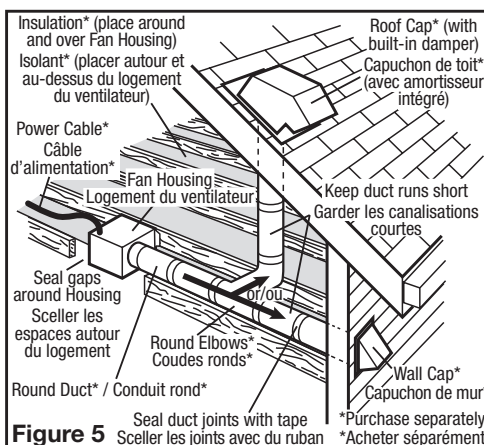

Figure 5
- Ensure duct joints and exterior penetrations are sealed with caulk or other similar material to create an air-tight path to minimize building heat loss or gain and to reduce the potential for condensation. Place/wrap insulation around duct and/or fan in order to minimize possible condensation buildup within the duct, as well as building heat loss or gain (**Figure 5**).
- Assurez-vous que les joints des conduits et les pénétrations extérieures sont scellés avec du mastic ou tout autre matériau similaire pour créer un passage d'air étanche afin de minimiser la perte ou le gain de chaleur et réduire le risque de condensation. Placez / enveloppez l'isolant autour du conduit et / ou ventilateur afin de minimiser la possibilité d'accumulation de condensation à l'intérieur du conduit, ainsi que la perte ou le gain de chaleur (**Figure 5**).